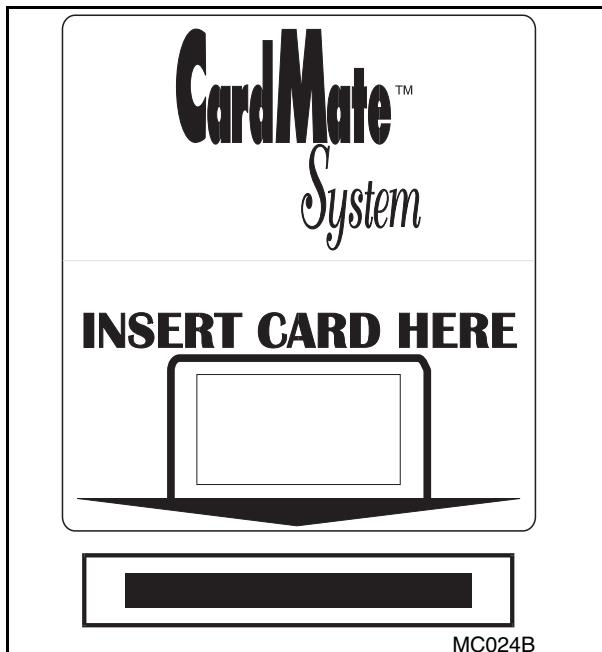

Figura 2-4
- Si la máquina está equipada con el sistema de tarjeta inteligente CardMate Plus™, inserte la tarjeta en la lectora y siga las instrucciones que aparecen en la pantalla de LED. Vea la Figura 2-4.